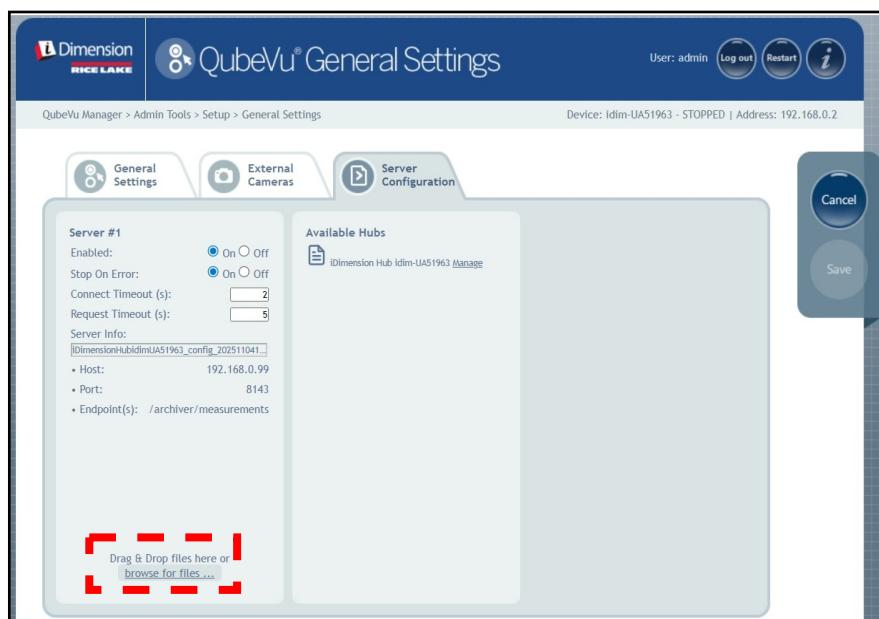

Figura 5-10. Scheda Server Configuration (Configurazione server)
- Selezionare **browse for files...** (Cerca file...) per scegliere il file di configurazione del server (vedere Figura 5-10 a pagina 30).